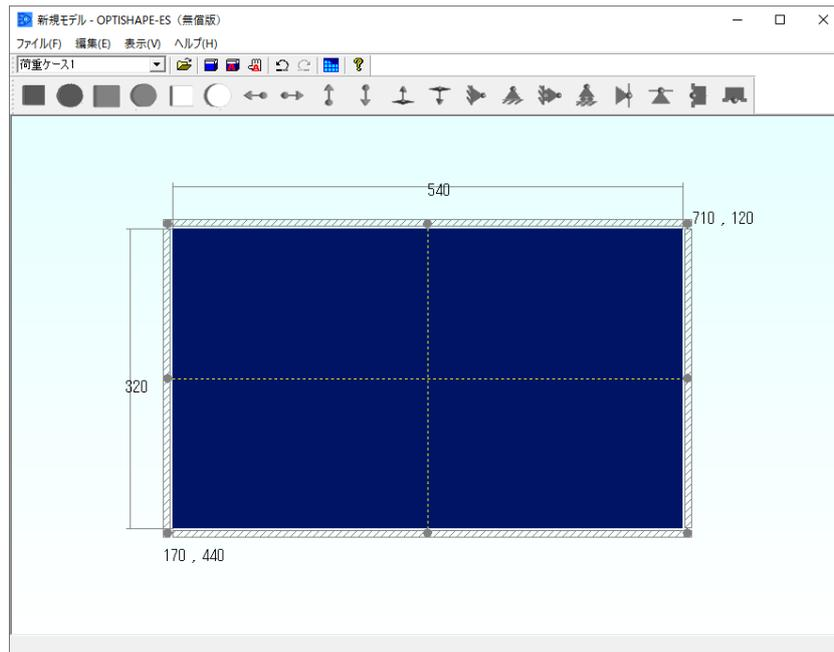

図 3.6 設計領域の作成
次に B①のアイコンをクリックし、描画領域の任意の位置でマウスの左ボタンを押したままマウスを移動し長方形(縦:320mm×横:540mm)の設計領域を作成します。(図 3.6 参照)